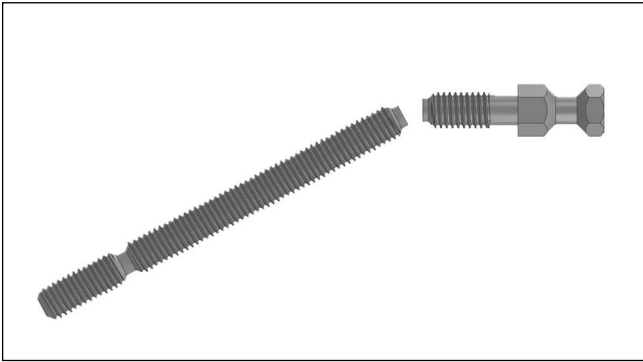

Figure 3
3. Locate the M5 Hex snap-off screws. Snap the screw at the highest snap off point seen in Figure 3. **Ubique el tornillo M5 de cabeza hexagonal. Rompa el tornillo en el punto más cercano a la cabeza como lo indica la figura 3.**